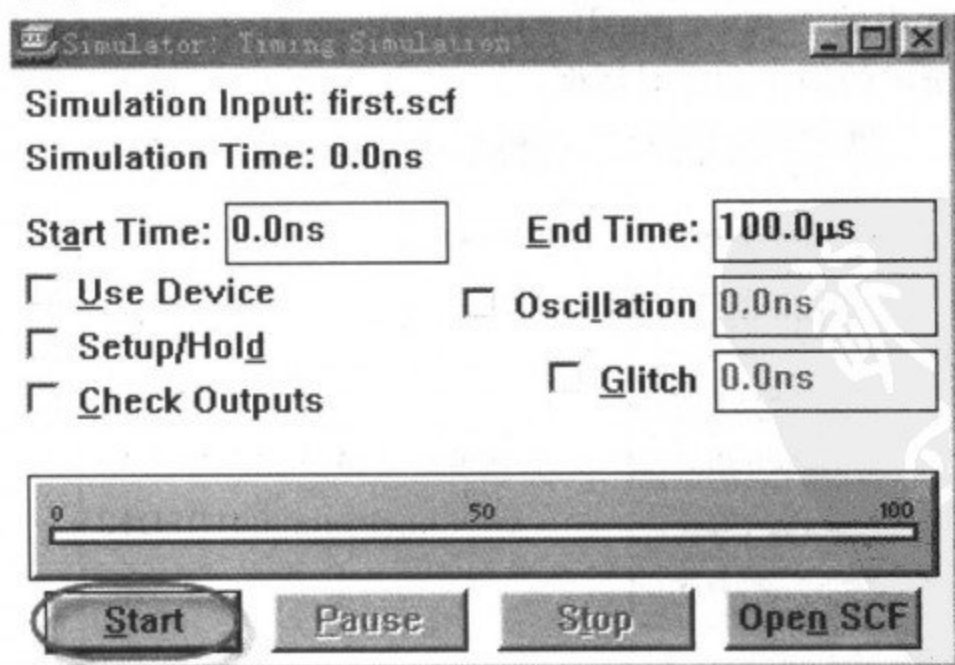

图 3-27 仿真对话框
(7) 执行菜单栏中的 MAX+plusII→Simulator 命令, 弹出如图 3-27 所示的对话框。